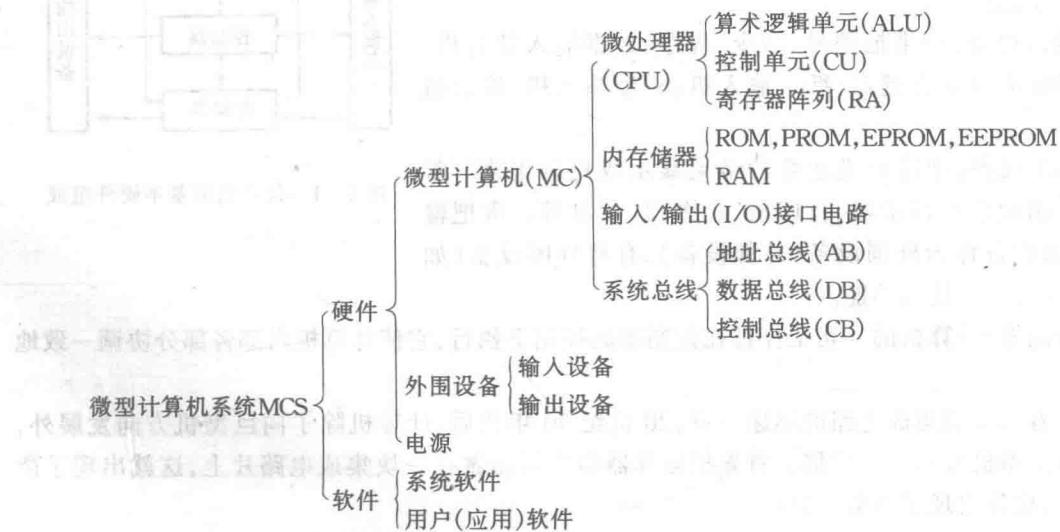

图 1-3 CPU, MC, MCS 间的相互关系
② 微型计算机 微型计算机是指以微处理器为核心,配上存储器、输入/输出接口电路及系统总线,能完成完整数据处理功能的计算机(又称主机或微电脑),简称 MC(Micro Computer)。
③ 微型计算机系统 微型计算机系统是指以微型计算机为中心,配以相应的外围设备、电源和辅助电路(统称硬件)以及指挥微型计算机工作的软件所构成的系统。简称 MCS(Micro Computer System)。它们间的关系如图 1-3 所示。